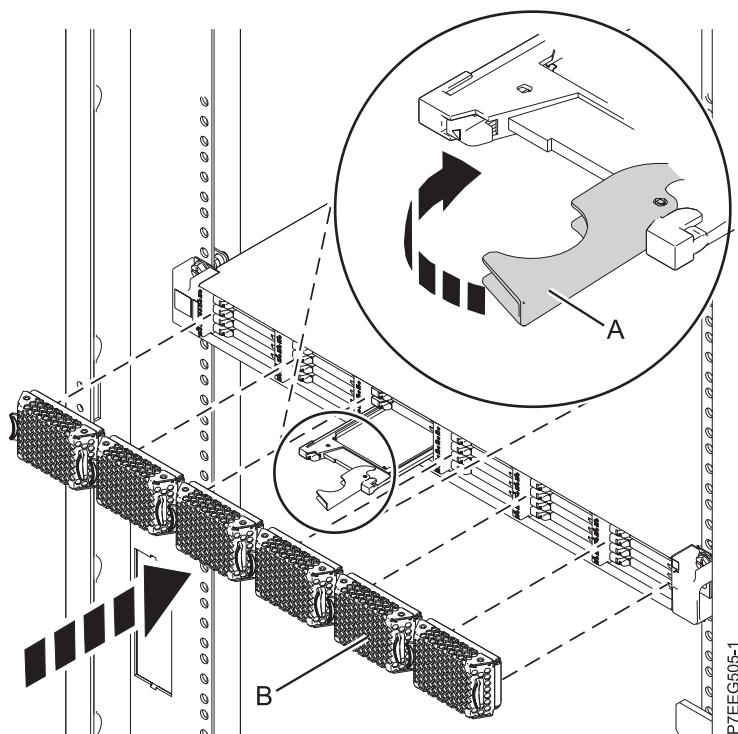

Figure 29. Remplacement d'une unité SSD dans l'armoire de stockage PCIe ED/R1.
4. Lorsque le voyant d'identification de l'unité SSD reste fixe, faites glisser complètement l'unité SSD dans l'armoire de stockage PCIe ED/R1 jusqu'à ce qu'il soit complètement encastré. Puis tournez la poignée (A) pour la mettre en position verrouillée. Pour plus d'informations, voir figure 29.
6. Installez le panneau (B).